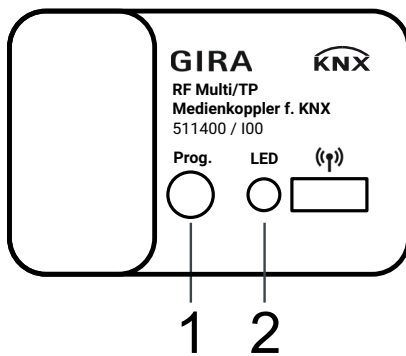

Bild 14: Programmierung
1. Drücken Sie kurz die Programmiertaste (siehe Bild 14, Pos. 1).
Die Status-LED (siehe Bild 14, Pos. 2) leuchtet rot.